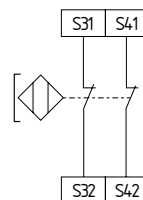

Fig. 6
- Fig. 6: Finecorsa a destra, parzialmente efficace sul livello di sicurezza 2 (contatti di abilitazione 33-34, 43-44)